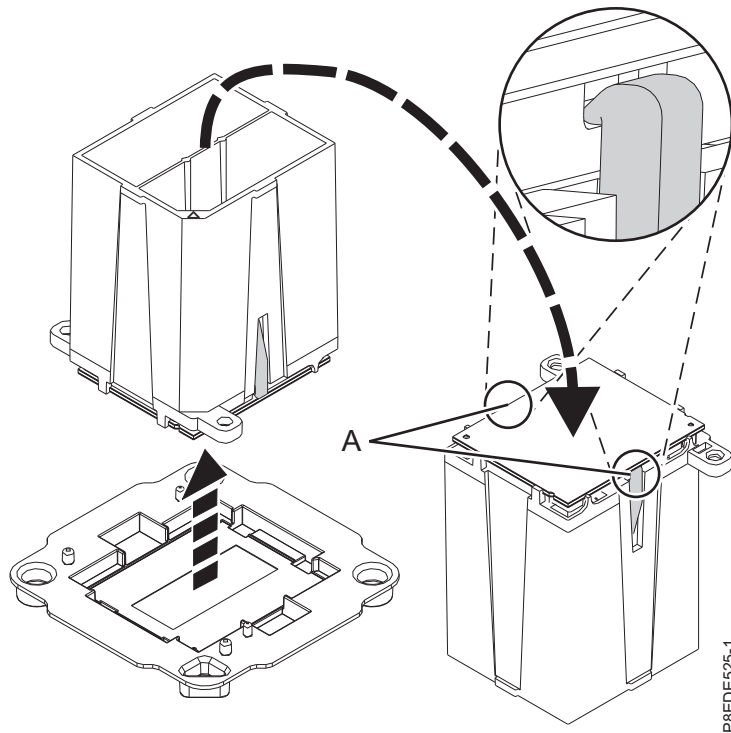

Figura 12. Preparación de la instalación del módulo del procesador del sistema
- b. Asegúrese que los dos agarres (A) sujeten firmemente el módulo del procesador del sistema, como se muestra en la Figura 12.